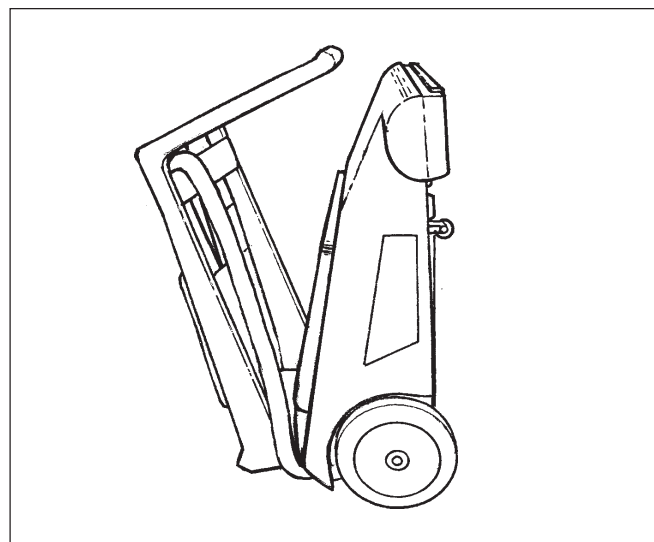

Figure 6
6. **Rangement :** La poignée peut être repliée et la machine rangée à la verticale (figure 6) afin de réduire l'espace de rangement. Rangez la machine dans un lieu sec et propre.